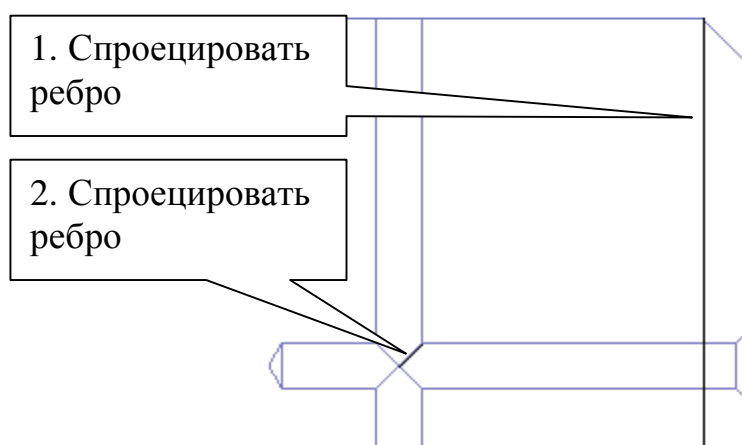

Рис. 98
- Для выполнения канавки для смазки выделите в дереве построения плоскость XY и перейдите в режим редактирования эскиза . На панели **Геометрия** нажмите кнопку **Спроецировать объект** и выделите ребра согласно рис. 98. Выполните команду **Выделить по стилю кривой** и линии, выполненные основной линией, измените на стиль «Утолщенная».